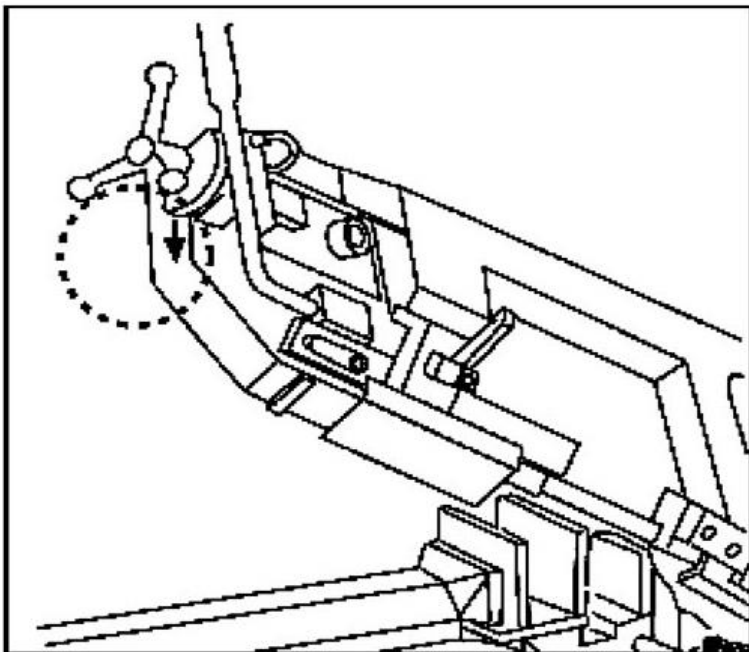

Fig.6
- Asigurați-vă că banda de tăiere se învâрте în sensul direcției săgeții de pe protecția ce o acoperă și dinții fierăstrăului sunt în direcția corectă (fig 6).